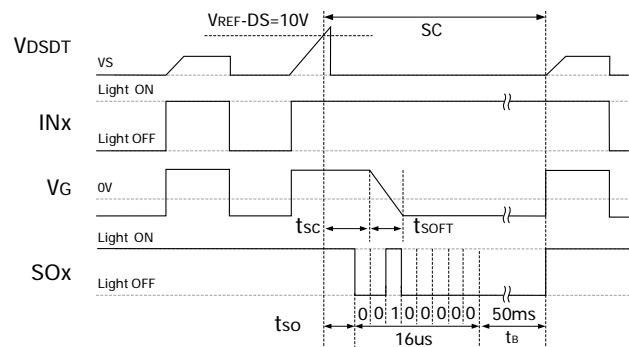

图 9 过流保护信号输出时序图
2) 采用串电阻检测方式，过流保护信号输出时序图参见图 9。